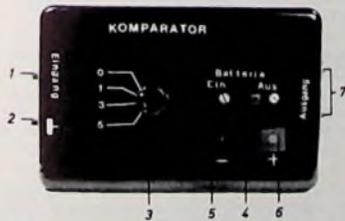

Bild 3. Bedienungselemente und Anschlüsse des Komparators
Im Bild 3 sind die Bedienungselemente und die Anschlüsse für den Komparator dargestellt. Diese sind: 1 Eingang; 2 Bezugspol des Eingangs; 3 Betriebsartenschalter mit den Stellungen 0 (Eingang ohne Gegenspannung), 1, 3 und 5 (Eingang mit +1V, +3V, +5V Gegenspannung); 4 Ein-Aus-Schalter; 5 blaue Lampe für Anzeige, wenn Eingang (1) negativer als Bezugspol (2) ist; 6 rote Lampe für Anzeige, wenn Eingang (1) positiver als Bezugspol (2) ist; 7 Ausgang.